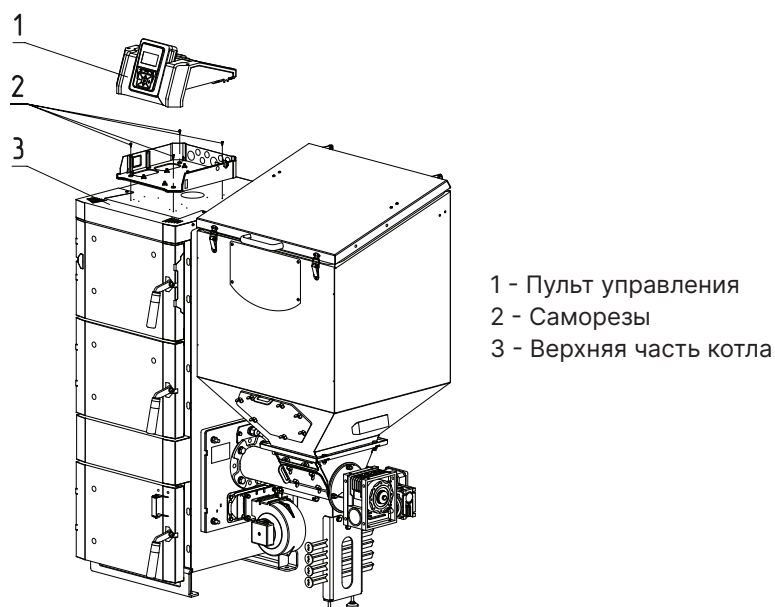

Рис.9 Монтаж пульта управления
1. Извлеките из комплекта поставки пульт управления (**Рис.9 поз.1**) и крепёжные элементы;
2. Зафиксируйте пульт управления (**Рис.9 поз.1**) на верхней части (**Рис.9 поз.3**) котла саморезами (**Рис.9 поз.2**);